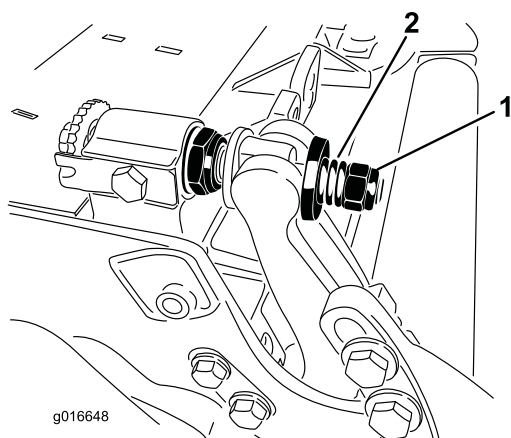

図 29
- スプリングがつぶれるまでテンション・ナットを締め、そこから半回転戻す (図 29)。
10. 各ベッドバーアジャスタ・アセンブリを締め付けて圧縮スプリングを完全に圧縮し、そこから1/2回転だけ戻す（図 29）。